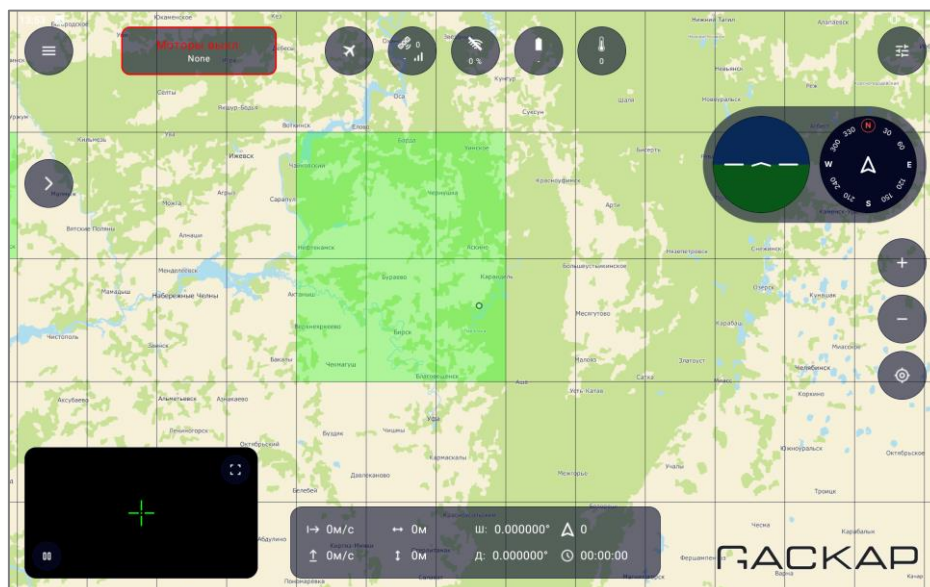

Рисунок 34 – Загруженные высоты
- убедиться, что были загружены высоты в выбранных зонах (рисунок 34).